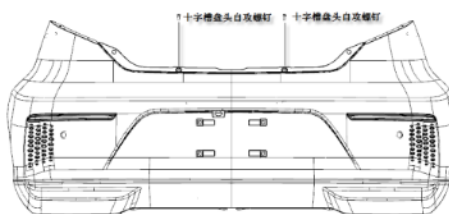

图 2-7
(2) 用内六角头螺丝刀拆除后保与车身连接的 2 个胶头螺栓，如图 2-7 所示；
(3) 用内十字起拆除后保与车身连接的 2 个十字槽盘头自攻螺钉，如图 2-7 所示；
(4) 用十字螺丝刀拆除后保险杠翻边左右两侧的 2 个自攻螺钉，如图 2-7 所示；